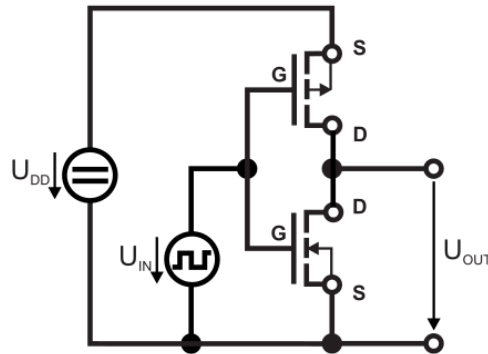

Abbildung 5.14: Aufbau: CMOS-Inverter, Dynamikuntersuchung
3. Untersuchen Sie die Schaltung aus Abbildung 5.14 (entfernen Sie das Amperemeter).